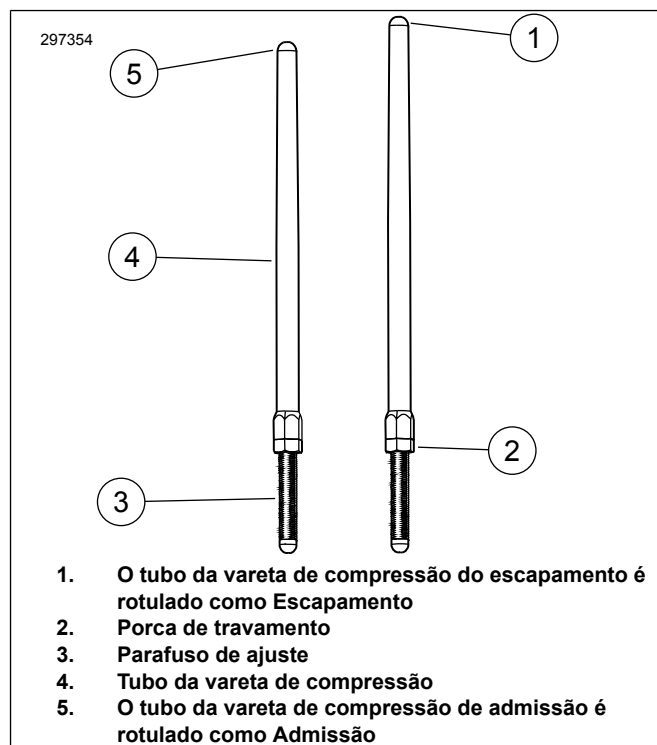

Figura 3. Vareta de compressão ajustável
6. Figura 3 Solte a porca de travamento de todas as varetas de compressão e ajuste-as com o comprimento mais curto.